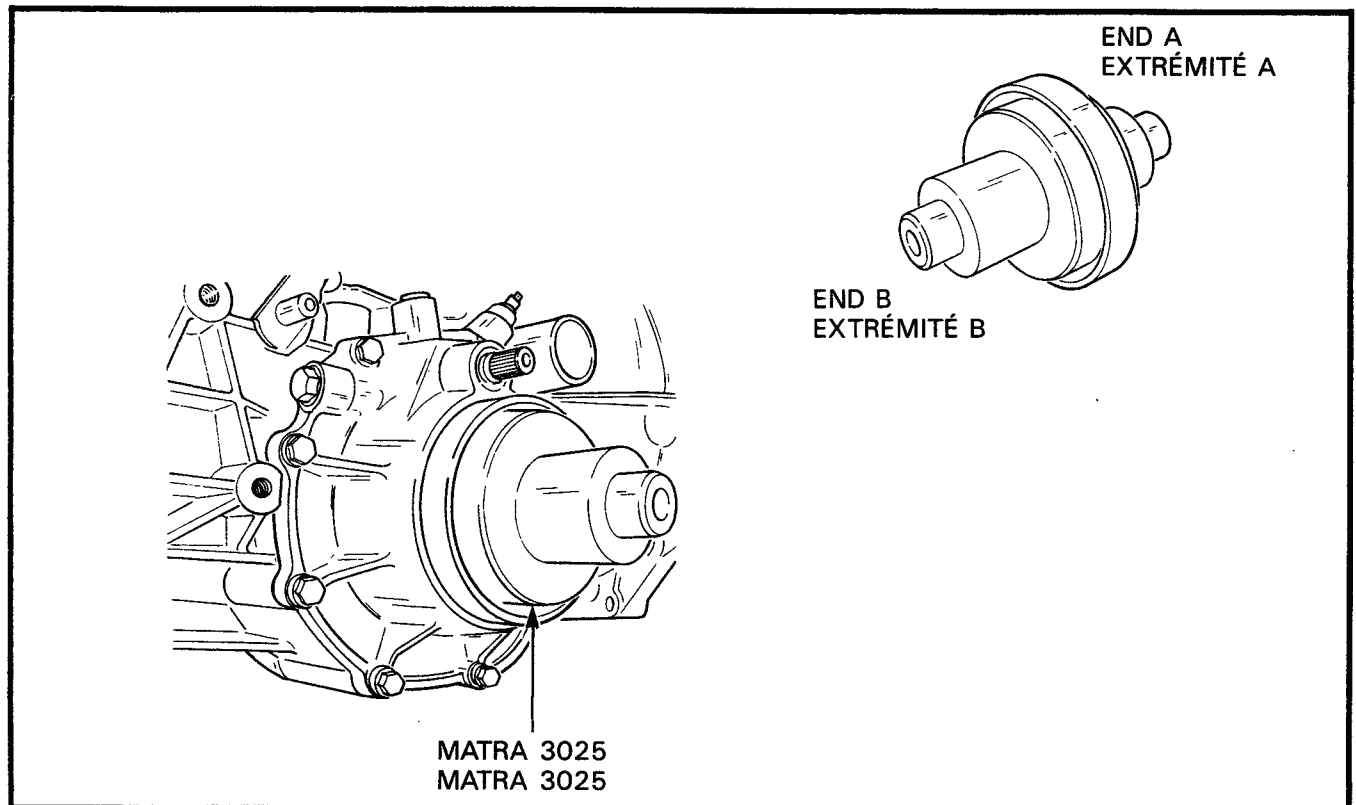

Figure 3-1-7 Installation of Front Differential Seals - Right Side
c. Using seal installer Matra 3025, end "A", and a plastic hammer, drive the seal in, see Figure 3-1-7.	c. Au moyen de l'extrémité "A" de l'outil d'installation Matra 3025 et d'un marteau de plastique, enfoncer le joint d'étanchéité, voir figure 3-1-7.